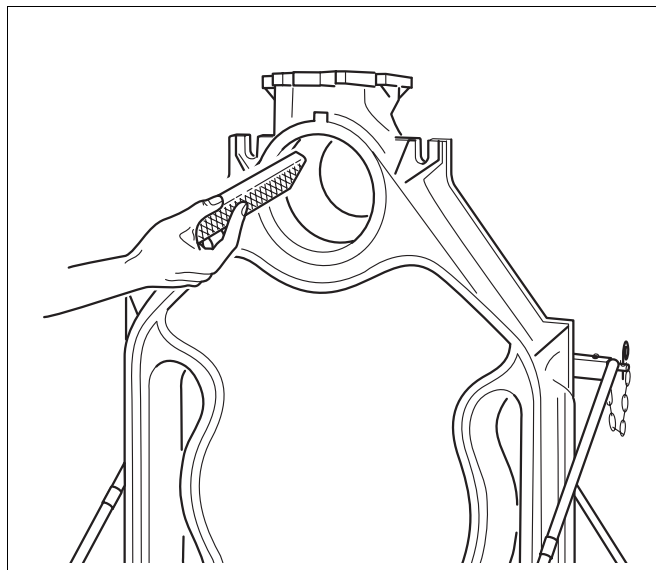

Fig. 9 Fjerning av grad
- Fjern eventuell grad på navene ved hjelp av en fil (fig. 9).
- Fjern eventuell grad på navene ved hjelp av en fil (se fig. 9).